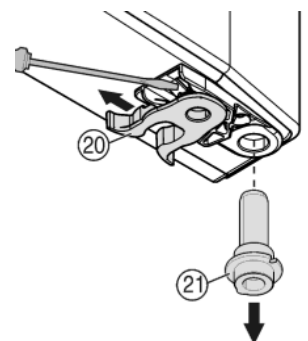

Fig. 8
- ▶ Veerklem Fig. 8 (20) verplaatsen: Sluithok omlaag drukken, veerklem eroverheen en eraf trekken.
- ▶ Lagerbout Fig. 8 (21) uit de deurbus nemen en samen met het plaatje aan de tegenoverliggende kant aanbrengen. De sluitnok moet naar de binnenkant van de deur wijzen, de kerf naar de buitenkant.
- ▶ Deur aan de onderkant vastzetten en de lagerbout Fig. 8 (21) in de lagerbus aanbrengen. Evt. de lagerbout draaien om deze te laten vastklikken.